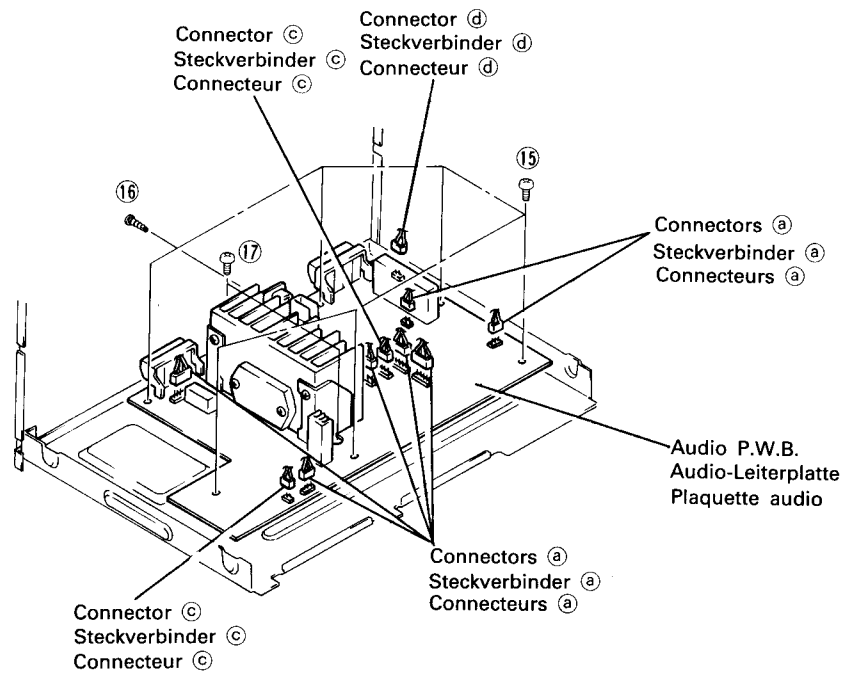

Fig. 9 Abb. 9
Remove two screws ③. Remove the power switch. Then remove two screws ④, three screws ⑤, one screw ⑥ and seven Audio P.W.B. connectors a. (Refer to Fig. 9 for connectors a.)
Remove two screws ⑨, two screws ⑩, five connectors b and two connectors c. Open in the direction of arrow B. Next, remove the REC level knob, two screws ⑪ and one tab. (Refer to Fig. 9 for connectors c.)
9. Audio P.W.B. (Fig. 9)
Die beiden Schrauben ③ herausdrehen und die Netz-taste abnehmen. Anschließend die beiden Schrauben ④, die drei Schrauben ⑤ und Schraube ⑥ herausdrehen und die sieben Steckverbinder a der Audio-Leiterplatte entfernen. (Steckverbinder a siehe Abb. 9.)
Die beiden Schrauben ⑨ und ⑩ herausdrehen und die fünf Steckverbinder b sowie die beiden Steckverbinder c abziehen. In Pfeilrichtung B öffnen. Danach den Drehknopf für Aufnahmepegel (REC) sowie die beiden Schrauben ⑪ und eine Klaue entfernen. (Steckverbinder c siehe Abb. 9.)
9. Audio-Leiterplatte (Abb. 9)
Enlever deux vis ③. Enlever l'interrupteur d'alimentation. Puis enlever deux vis ④, trois vis ⑤, une vis ⑥ et sept connecteurs de plaquette audio a. (Se référer à la Fig. 9 pour les connecteurs a.)
Enlever deux vis ⑨, deux vis ⑩, cinq connecteurs b et deux connecteurs c. Ouvrir dans la direction de la flèche B. Puis, enlever le bouton de niveau d'enregistrement (REC), deux vis ⑪ et une attache. (Se référer à la Fig. 9 pour les connecteurs c.)
9. Plaquette audio (Fig. 9)